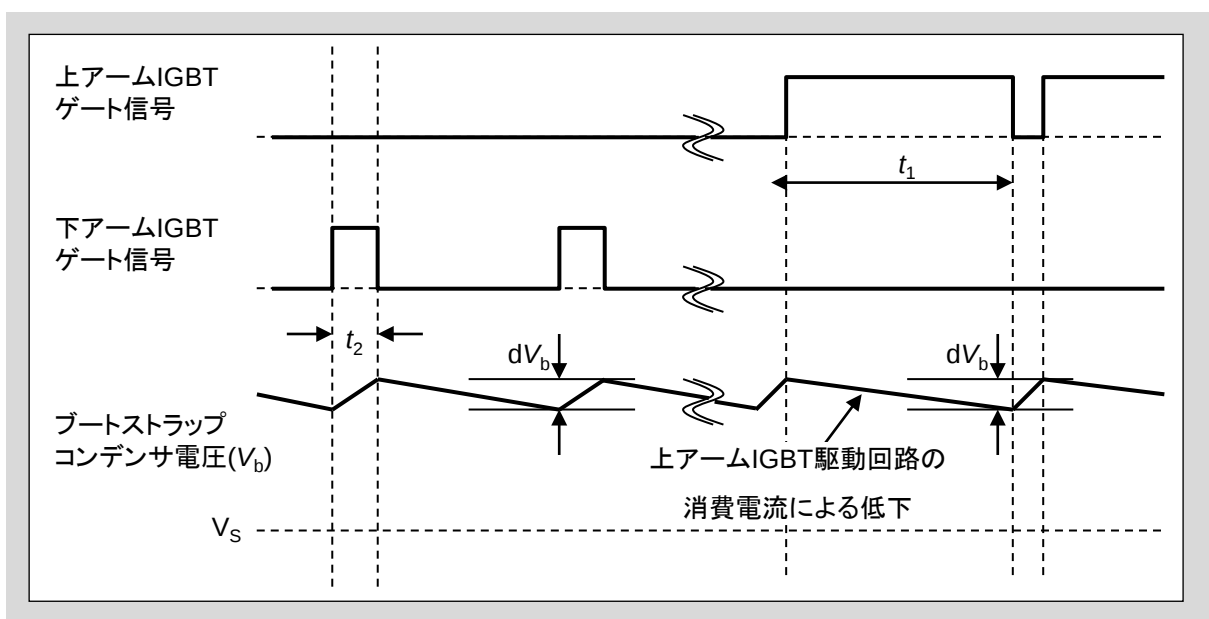

図3-10 充放電動作のタイミングチャート
dV_b : 許容放電電圧 (図3-10を参照)
- 上アームIGBTがスイッチング動作し、下アームFWDオン時に充電するモード(タイムチャート(図3-10))では、上アームIGBTのオフ期間にオン期間で消費した電力を再充電できる時定数とします。